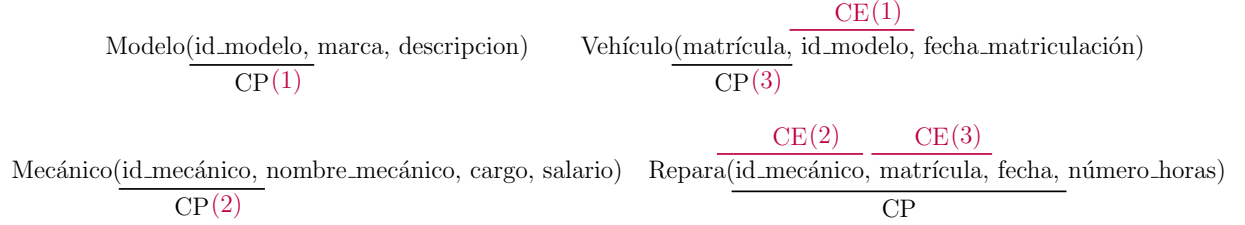

Figura 1.1: Esquema de base de datos relacional del Ejercicio 1.1.1.
**Ejercicio 1.1.1.** Considere el esquema de base de datos relacional de la Figura 1.1.